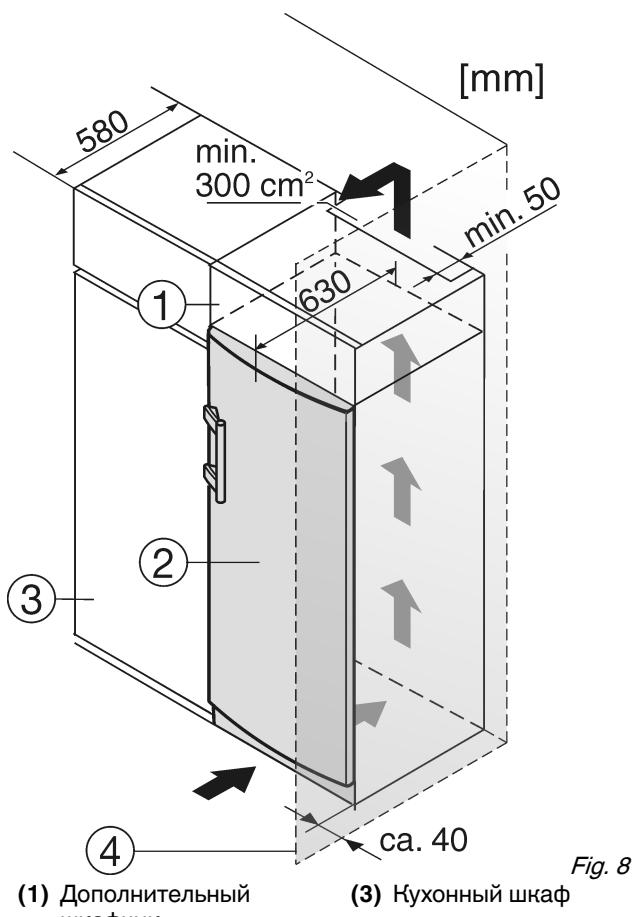

Fig. 8
(2) Устройство
(3) Кухонный шкаф
(4) Стенка
Устройство может быть окружено кухонными шкафами. Чтобы уравнять устройство Fig. 8 (2) по высоте с кухонной стенкой, можно установить над устройством дополнительный шкафчик Fig. 8 (1).
При комбинировании с кухонными шкафами (глубина макс., 580 мм) устройство можно установить непосредственно рядом с кухонным шкафом Fig. 8 (3). Дверца устройства выступает по сторонам на 34 мм и по центру устройства на 50 мм относительно передней стенки кухонного шкафа. Поэтому ее можно свободно открывать и закрывать.
Если устройство установлено на шарнирах у стены Fig. 8 (4), то расстояние между устройством и стеной должно быть не менее 40 мм. Настолько выступает ручка при открытой дверце.